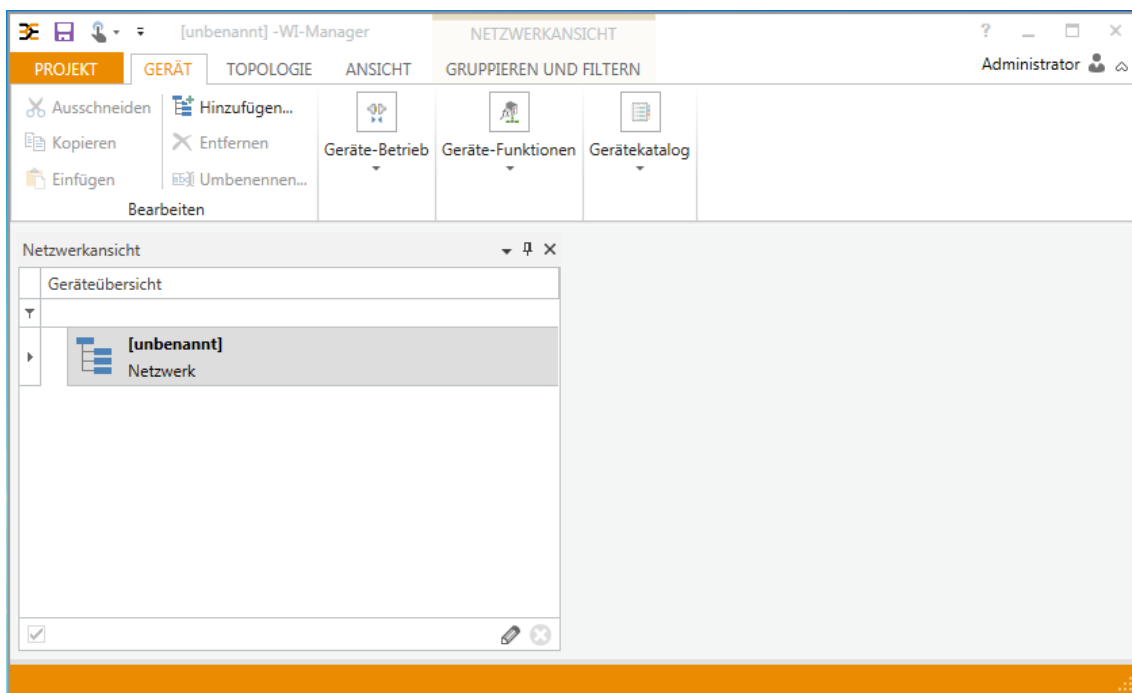

Abbildung 13: WI-Manager – Neues Projekt
1. Ergänzen Sie nun das in Abbildung 13 „WI-Manager – Neues Projekt“ gezeigte Netzwerk um eine CBX200-Schnittstelle bzw. ein Modbus-TCP-Interface (alternativ) sowie ein ACT20C-Gateway: